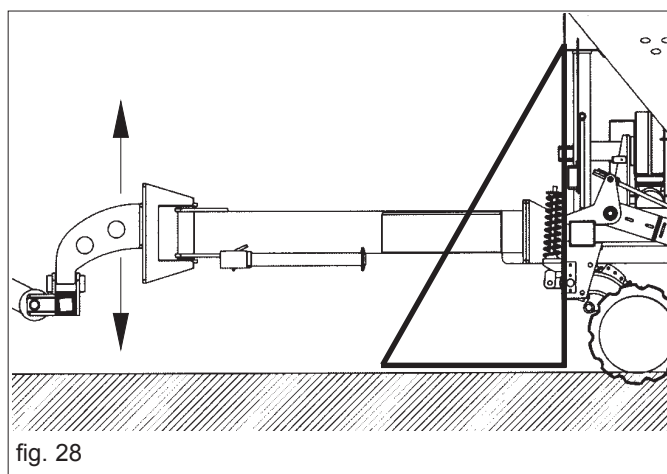

fig. 28
- la position d'attelage aux bras de relevage du timon pour la machine traînée (Fig. 28).